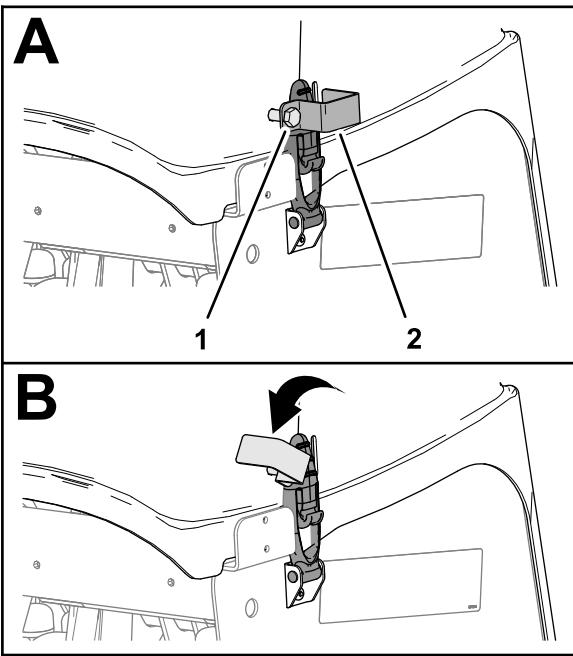

图 149
- 如果您的机器安装有符合欧盟 (CE) 标准的门锁应旋松锁定板螺栓直至锁定板完全脱离打孔头盖板侧面的插槽 图 149。
2. 旋转锁定板以脱离闩锁 图 149。